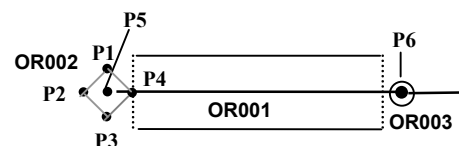
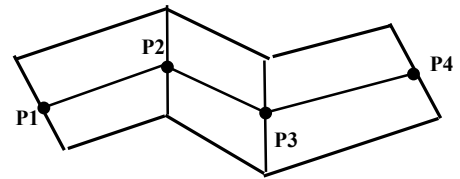

Figura 13
Figura 14
A titolo esemplificativo (Figura 13): se il tronco di fattispecie è delimitato da OR002 e da OR003 alla perpendicolare deve essere associata la dimensione che la fattispecie assume nel punto P4, maggiorata della fascia di rispetto nel caso di cavi/cavidotti/tubi/condotte interrati/poggiati nel/sul demanio marittimo, elettrodotti, cavi aerei e fasci di cavi aerei.
3. Se il tronco di fattispecie è delimitato da due opere occorre congiungere gli estremi delle due perpendicolari (Figura 13), se i tronchi della fattispecie non sono delimitati da opere occorre congiungere gli estremi delle perpendicolari con quelli delle bisettrici (Figura 14).